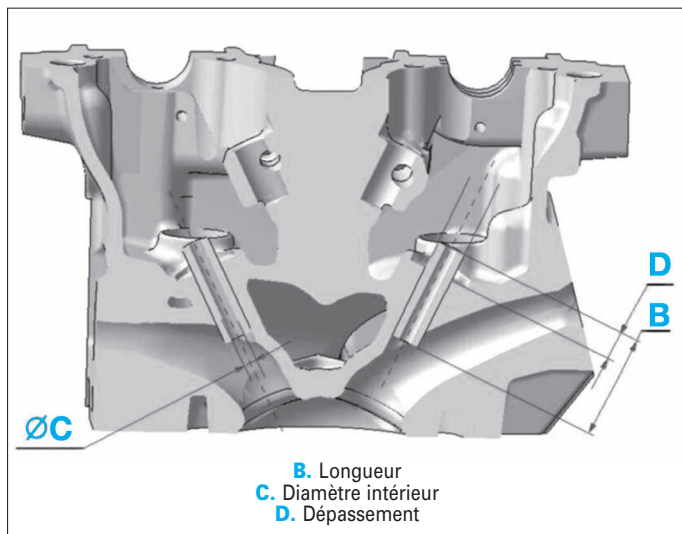

FIG. 4
Dépassement des guides (D) : 10,45 mm (Fig.4).